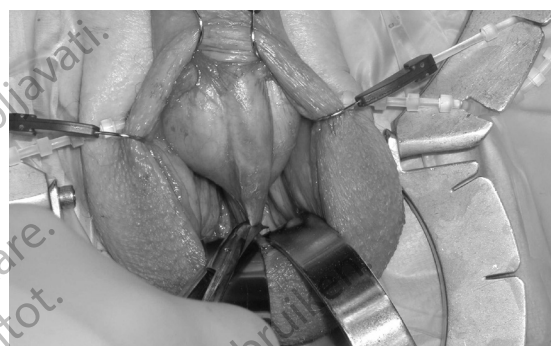

Figura 4-17.
6. O septo escrotal é então dissecado com precisão para fora da uretra bulbar. (Figura 4-17)